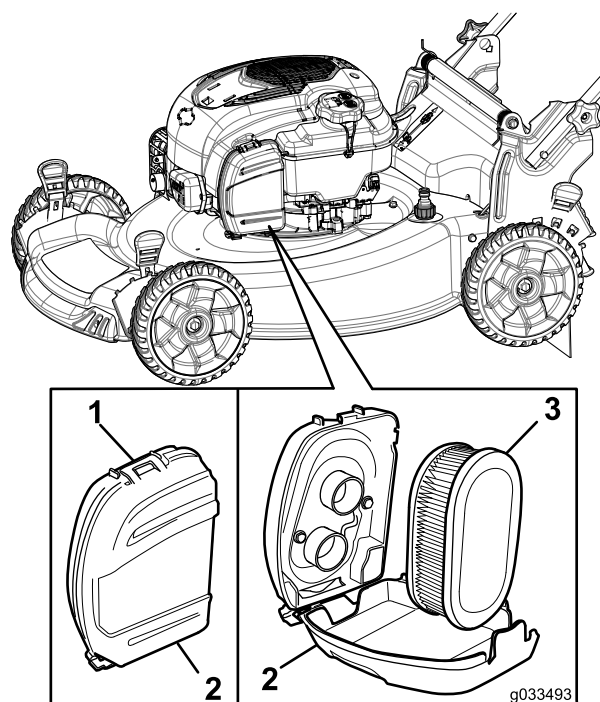

Рисунок 31
2. Извлеките воздушный фильтр (Рисунок 31).
1. Расфиксируйте защелку в верхней части крышки воздушного фильтра (Рисунок 31).